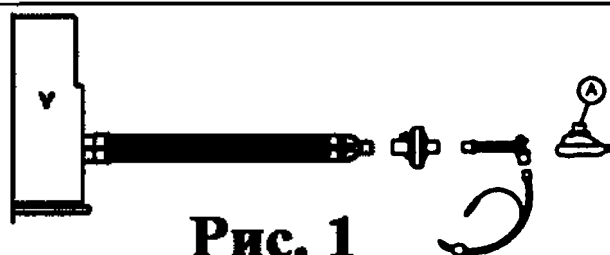

Рис. 1
9. Информация о порядке установки, монтажа, настройки, калибровки и иных действиях, необходимых для ввода медицинского изделия в эксплуатацию	УКАЗАНИЯ ПО ПРИМЕНЕНИЮ: 1. Извлеките контур из защитной упаковки. 2. Непосредственно перед практическим применением на больном необходимо визуально обследовать все компоненты контура и провести их тщательную проверку функционирования и подачи газа. 3. Проверьте целостность контура под давлением. 4. Подключите контур к вентилятору и соедините его с больным. Обращайте особое внимание на следующие моменты: a. при наличии линии мониторинга давления ее необходимо подключать к порту давления на тройниковом соединителе больного и к порту давления устройства вентиляции легких. Если такая линия не нужна, герметично закройте порт давления на тройниковом соединителе больного соответствующей заглушкой. b. Если необходим мониторинг температуры, извлеките заглушку из порта и установите в него температурный датчик. В тот период, когда температурный датчик не используется, закрывайте порт заглушкой. c. Контур ППДД (при постоянном потоке): в тройниковом адаптере больного (по схеме Т или Y) порт выдоха, расположенный напротив потока подачи газа, всегда должен быть открыт; закупорка или частичная непроходимость этого порта может обернуться для больного тяжелыми последствиями, вплоть до смертельного исхода. Идентификация вещества, содержащегося или имеющегося в продукте либо упаковке. Идентификация вещества, не содержащегося или не имеющегося в продукте либо упаковке. ru 30 d. Если контур снабжен влагоуловителем, то этот элемент необходимо расположить в самой нижней точке инспираторной или экспираторной ветви контура. Как можно чаще контролируйте уровень жидкости в влагоуловителе и, по мере необходимости, опорожняйте это устройство; после каждой подобной процедуры проверяйте, надежно ли восстановлена герметичность влагоуловителя. Удаляйте жидкие отходы в соответствии с принятыми в данном медицинском учреждении правилами. e. Контур может иметь односторонние клапаны; перед использованием таких клапанов в работе проверяйте их на рабочую функцию и направление потока. f. Если контур имеет в экспираторной линии клапан (PEEP), проверяйте функционирование этого клапана, поворачивая регулировочное кольцо. Ограничение давления достигается поворотом регулировочного кольца против часовой стрелки. Контролируйте заданное давление (в диапазоне от 5 до 20 см водного столба) при помощи манометра. g. Надувная маска (точка А на рис. 1) снабжена подушкой, регулирующей клапан давления. При необходимости присоедините к люэровскому адаптеру клапана шприц и отрегулируйте надувание подушки до нужного уровня. Отсоедините шприц и проверьте систему на герметичность.